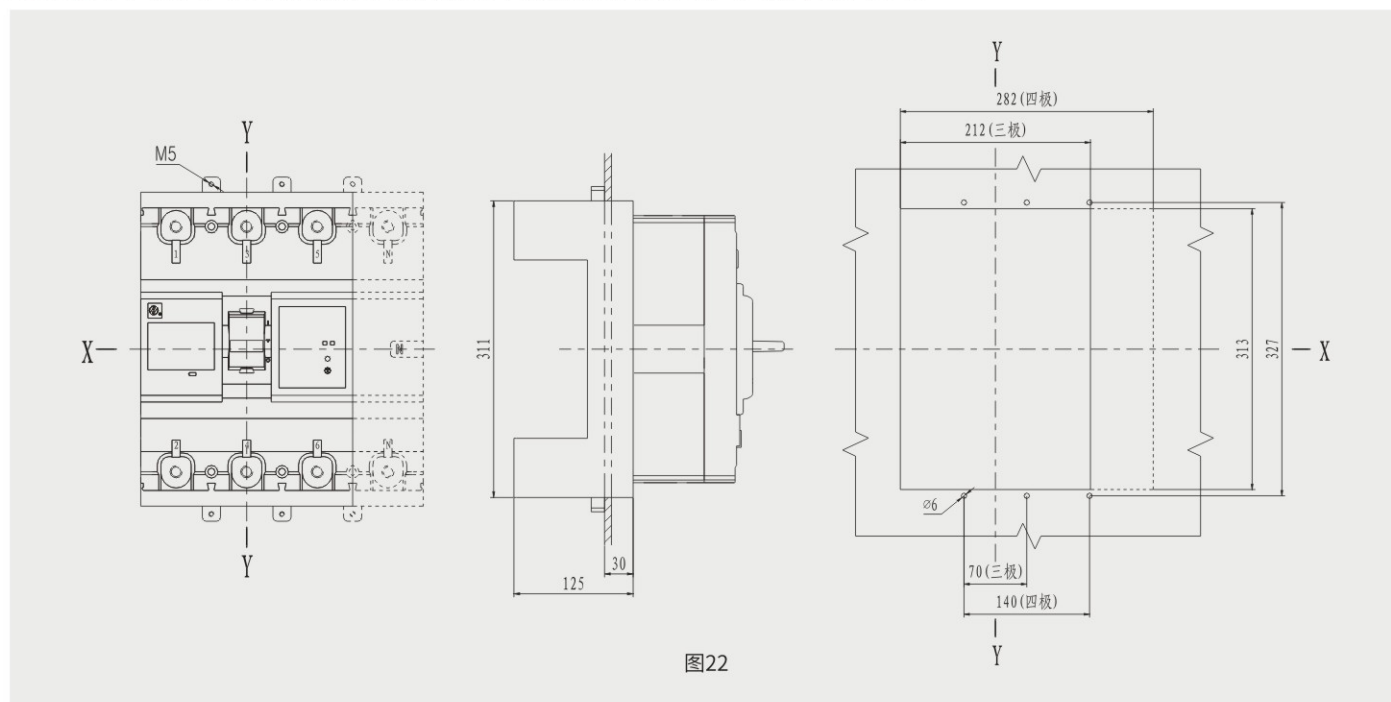

图22
21. HSL6-630 (H、L) 插入式板后接线 (大开孔式) 外形及安装、开孔尺寸 (三极、四极) 见图22